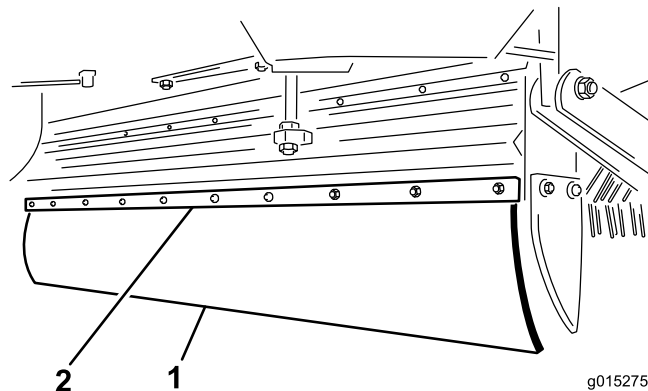

Рисунок 25
2. Удалите 10 болтов с шайбами и гайками, которые крепят заслонку и держатель заслонки (Рисунок 25).